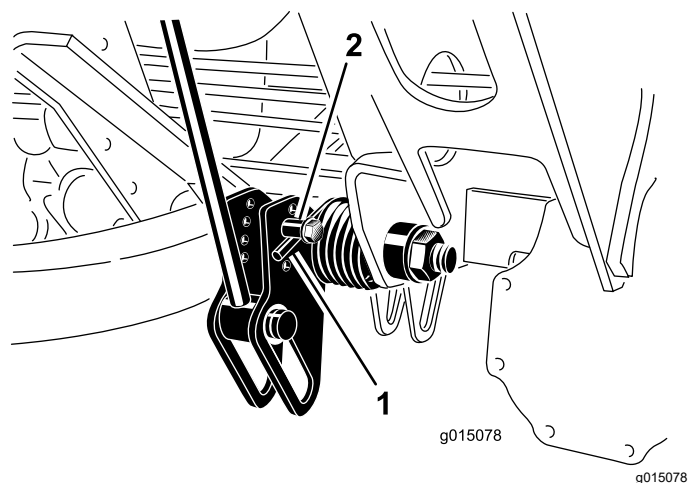

Figura 59
2. Infilate un tubo o un oggetto simile sull'estremità della molla lunga al fine di allentare la tensione della molla durante la messa a punto (Figura 59).
3. Mentre allentate la tensione della molla, togliete il bullone e il dado di bloccaggio che fissano l'attuatore della molla alla staffa (Figura 59).